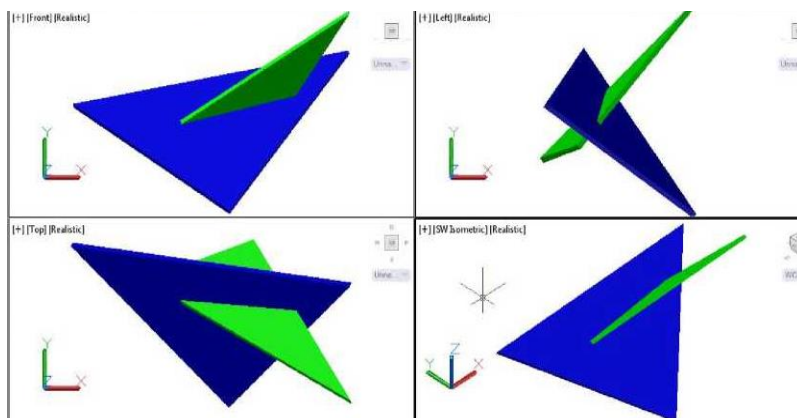

Рис. 18 – Пересечение плоскостей. Образец выполненного задания
8. Разбить экран на 4 видовых экрана: вид спереди, вид сверху, вид слева и изометрическая проекция (рис. 18).